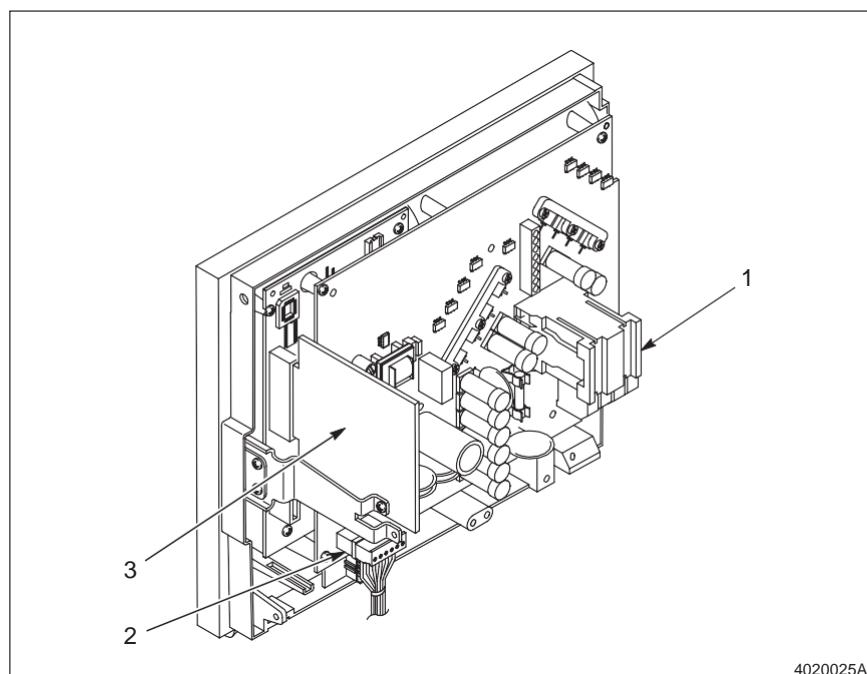

Fig. A 3-8 Conectando os Contatos de Saída
3. Ver a Figura A 3-8.
2. Ver a Figura A 3-8.